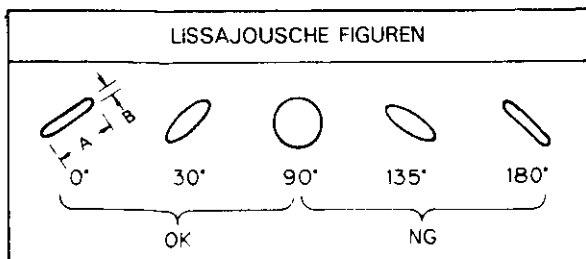

Abb. 2-2
- (2) Die Testcassette wiedergeben und dabei die Azimut-Schraube so drehen, bis A und B in der Lissajouschen Figur die höchste bzw. niedrigste Position erreicht haben. Abb. 2-2